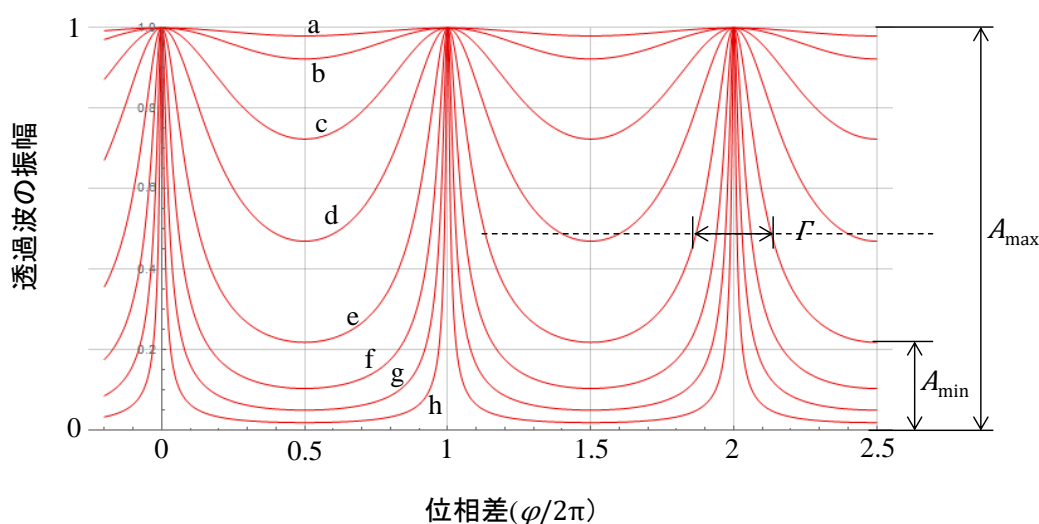

図 2-13 いろいろな $r$ の値に対する透過特性。 $A_{\max}$ 、 $A_{\min}$ 、 $\Gamma$ はそれぞれ曲線eの場合の透過波の振幅の最大値、最小値、およびピークの半値全幅(ピークの1/2の高さにおける幅)である。
いくつかの $r$ の値についての計算結果(振幅 $A$ )を図2-13に、そのときの $r$ と $t$ の値を表2-1に示す。式(2-9)を見てわかるとおり、 $A$ は $\varphi$ の周期関数であり、 $\varphi/2\pi$ が整数の時には $r$ の値に関わらず1に等しい。また、 $A$ は位相差 $\varphi$ (①と②の間隔で決まる)によって大きく変化し、その変化の大きさは、反射率が高い(透過率が低い)ほど大きい。ただし、この計算では半透明鏡による吸収や回折による損失は考慮していない。
- (1) 送りネジを可動範囲全域で動かし、振幅が周期的に変化することを確かめなさい。数個の極大が見つかるはずなので、そのうちの適当な隣接する 2 個に着目し、それらのピークを含む範囲で、振幅を可動衝立の位置の関数として測定し、グラフにしなさい。
- (2) ピークの間隔を求めなさい。その値の波長に対する比はいくらか。また、そうなる理由を述べなさい。
- (3) 測定した値に適当な係数を掛けて、ピークの間隔とピークの高さが 1 になるように拡大・縮小し (この操作を規格化という)、解答用紙に複製してある図 2-13 の計算結果 (a~h) に重ね書きして比較し、 $r$  と  $t$  の値を推定しなさい。この際、ピークのひとつが原点に一致するように横軸の値に定数を加えてよい。また、問 2-3b で求めた振幅透過率と比較検討しなさい。
二つの衝立に貼った穴あき金属板をラップに張り替えて、問 2-3c と同様の実験を行いなさい。図 2-13 の計算結果と比較し、ラップ 1 枚の  $r$  と  $t$  を推定しなさい。またビジビリティー  $V$  を求めなさい。